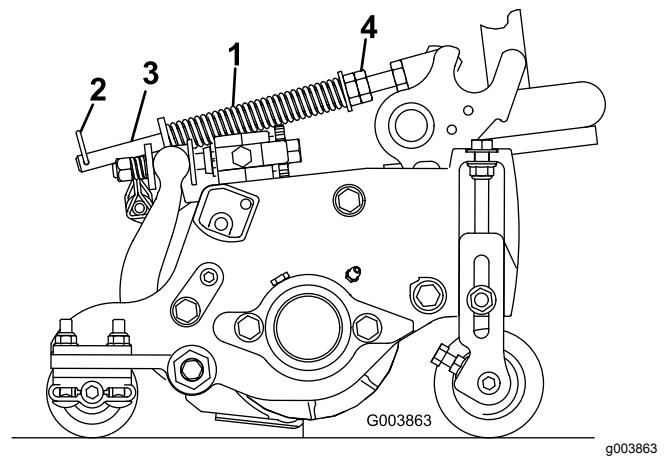

図 15
2. スプリングロッド前部の六角ナットを締めて、スプリング圧縮状態の長さが以下の通りになるようにする5" カuttingユニットでは 12.7 cm 7" カuttingユニットでは 15.9 cm 図 15。
ターフ補正スプリングは、カuttingユニットの前から後ろへの「体重移動」を行う働きがあります 図 15。これにより、マーセリングやポビングと呼ばれる「波打ったような」仕上がりを防いでいます。
1. スプリングロッドの後穴にヘアピンコッターを忘れずに取り付けてください 図 15。